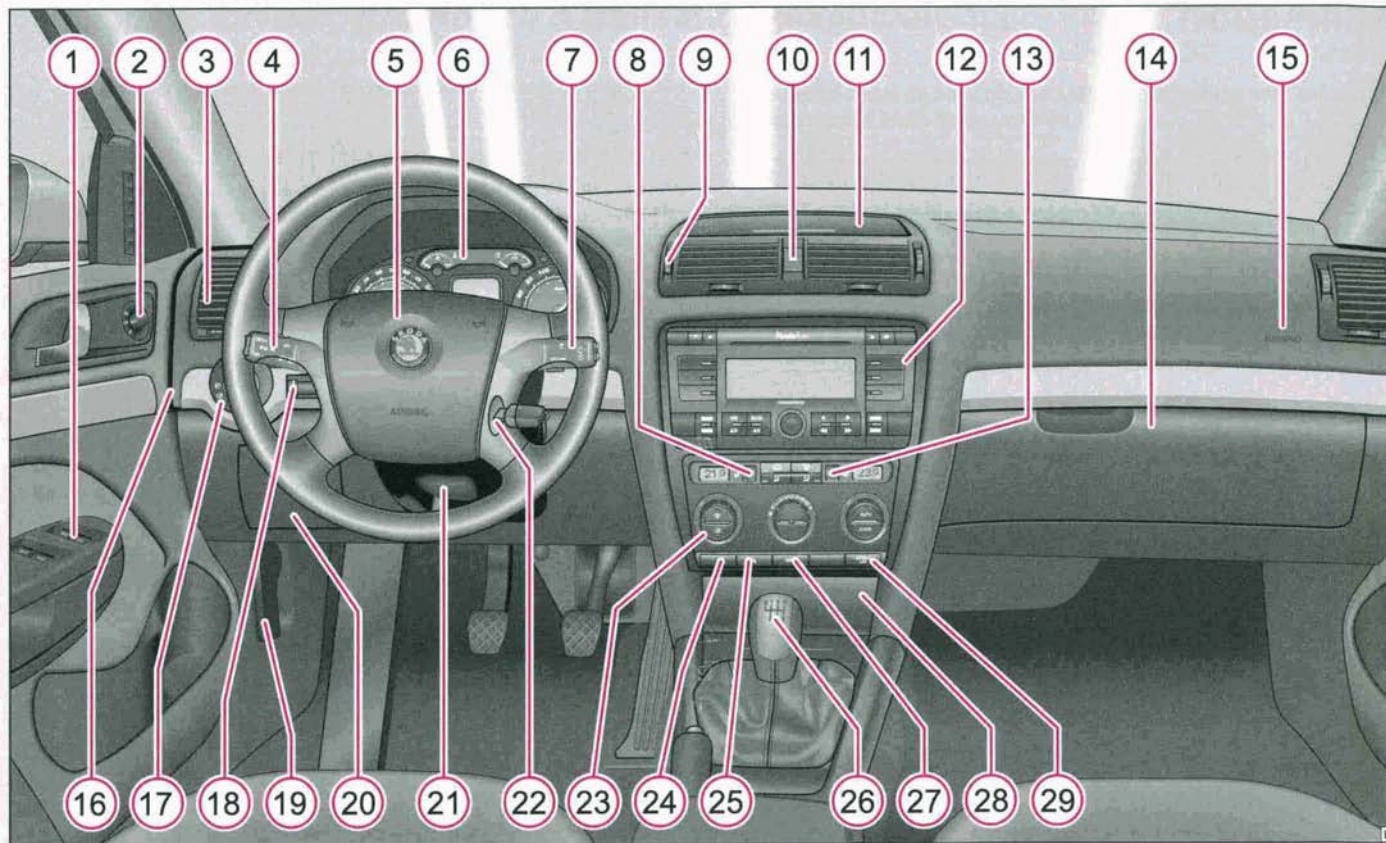

Fig. 1 Quelques-uns des équipements ci-dessus ne sont montés que sur certaines versions ou sont des options.
- La disposition des commandes diffère partiellement de celles de ⇒ page 10, fig. 1 en cas de direction à droite. Les symboles des commandes sont toutefois identiques. ■